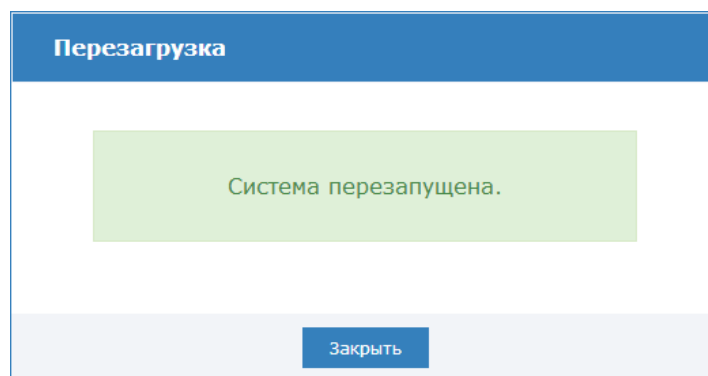

Рисунок 9.41 — Окно подтверждения завершения перезагрузки
4. По окончании процесса перезагрузки отобразится информационное окно (рисунок 9.41). Нажмите на кнопку **Закреть**.